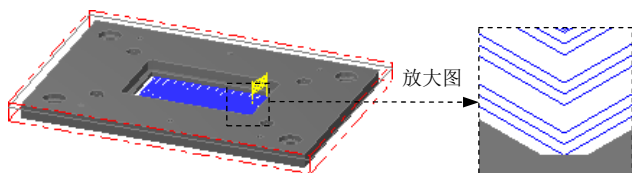

图 2.15 刀具路径
Step7. 单击“2D 刀具路径-2D 挖槽”对话框中的 按钮, 完成加工参数的设置, 此时系统将自动生成图 2.15 所示的刀具路径。